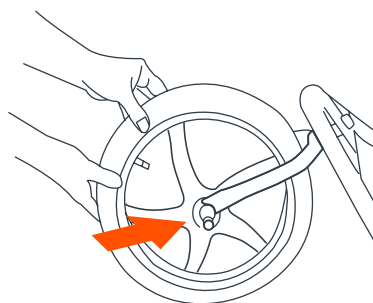

Fig. 2
- 2) Faites glisser la roue avant sur les fourches avant (Fig. 2).